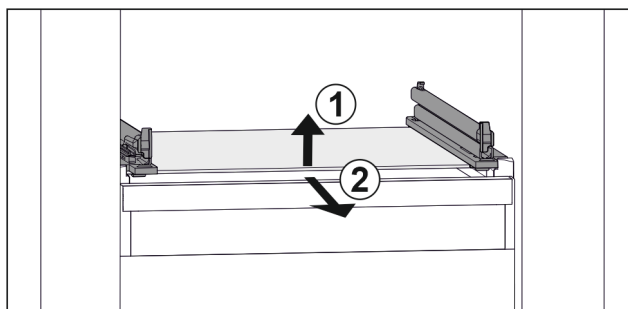

Fig. 118 Exempel på glashylla
- ▶ Lyft glashylla framtill. Fig. 118 (1)
- ▶ Ta ut glashylla framåt. Fig. 118 (2)